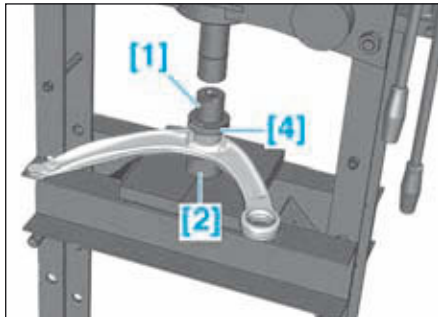

FIG.26
- Placer les outils [1], [4] et [2] sur l'articulation élastique (Fig.26).